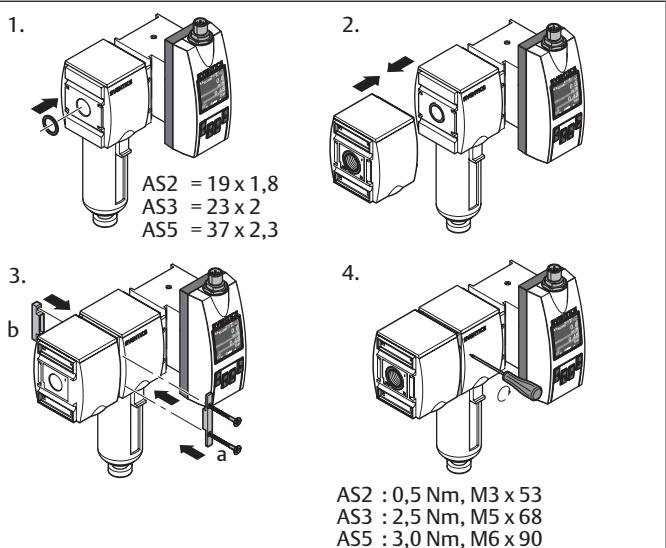

Рис. 5: Монтаж с комплектом для соединения в блок | W04
- Монтаж с комплектом для соединения в блок и блоком подготовки воздуха: см. → Рис. 5.